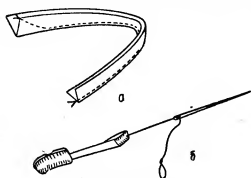

Рис. 78. Обработка рулика
**Обработка петель из рулика.** Петли из вытчного шнура — рулика делают следующим образом. Отрезают косую бейку шириной 1,5 см, которую перегибают пополам лицевыми сторонами внутрь и прострачивают от сгиба на расстоянии одной трети ширины вдвое сложенной бейки, чтобы рулик получился тугим и круглым. Для того чтобы рулик свободно вывертывался, в конце строчки надо сделать расширение (рис. 78, а). После стачивания оставляют нитку, которую вдевают в иглу, и закрепляют конец строчки. Обратной стороной иглы (ушком) пропускают иглу
вдоль рулика, вывертывая его на лицевую сторону (рис. 78, б). Надо следить, чтобы нитка не порвалась.